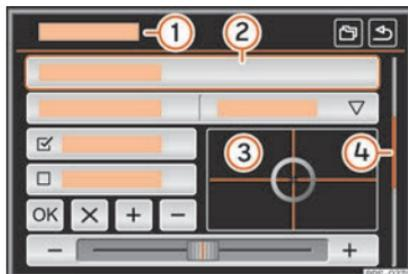

Fig. 204 Vista geral de alguns dos botões de função no ecrã.
Os botões de função ativam funções ou abrem submenus. Nos submenus exibe-se na barra de título o menu selecionado atualmente **»» Fig. 204 ①**.